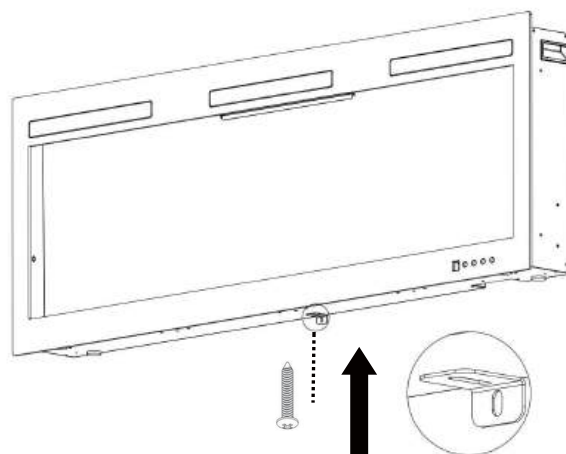

Fig 4-2
B. Utilizzando la vite precedentemente rimossa, fissare la staffa a L (in dotazione) alla parte inferiore del box del caminetto. (**Fig 4-2**)